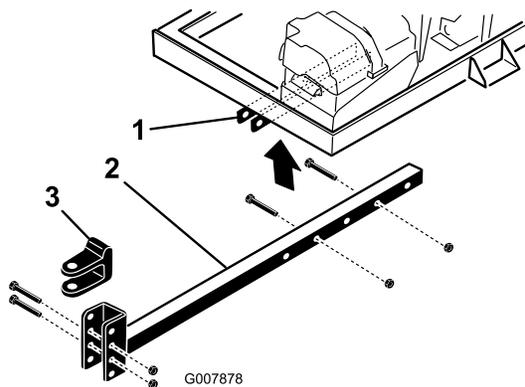

図 4
- フレームブラケットにヒッチチューブに差し込む図 4。ボルト $\frac{3}{8}$ " x 3"2本とフランジナット $\frac{3}{8}$ "を使用して、チューブをフレームに固定し、ボルトを 4.14 kg/m230 ft-lb にトルク締めする。
- ヒッチクレビス 図 4 をヒッチチューブに固定しているボルトとロックナットを外す。
- ヒッチチューブをフレームブラケットに固定しているボルトとナットを外す 図 4。